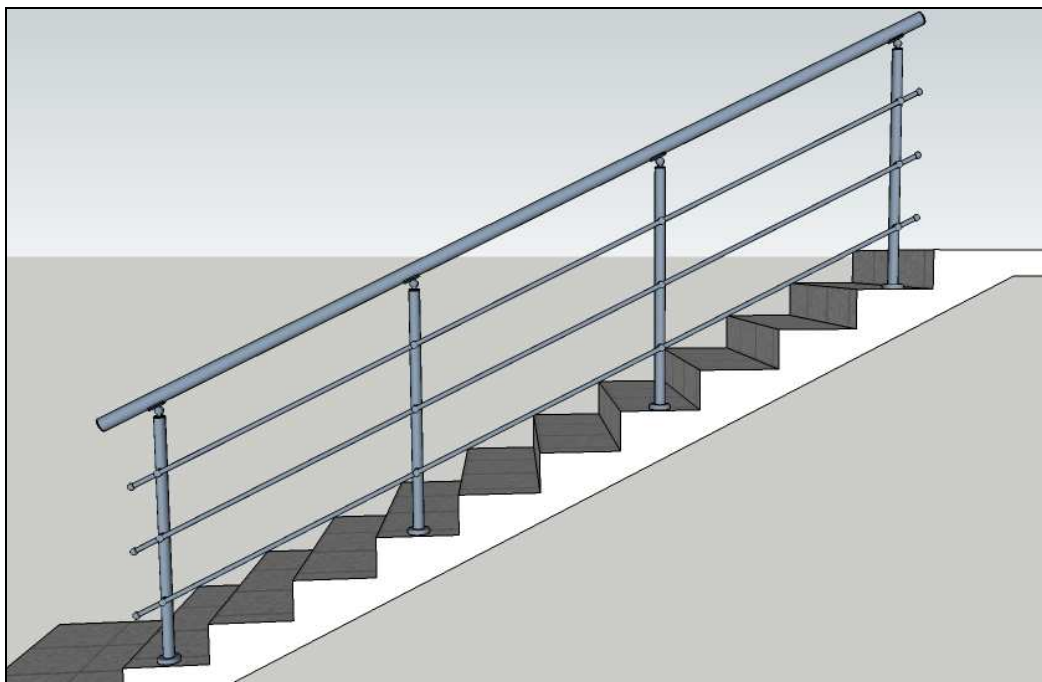

Рис.17
16. Царапины, образовавшиеся на поверхности труб в процессе монтажа, зашлифовываем абразивными шкурками с липучкой, используя дрель. Далее войлочным кругом и полировальной пастой доводим поверхность до зеркала. Протираем все ограждение мягкой тряпкой, придаем ему товарный вид (рис.17).